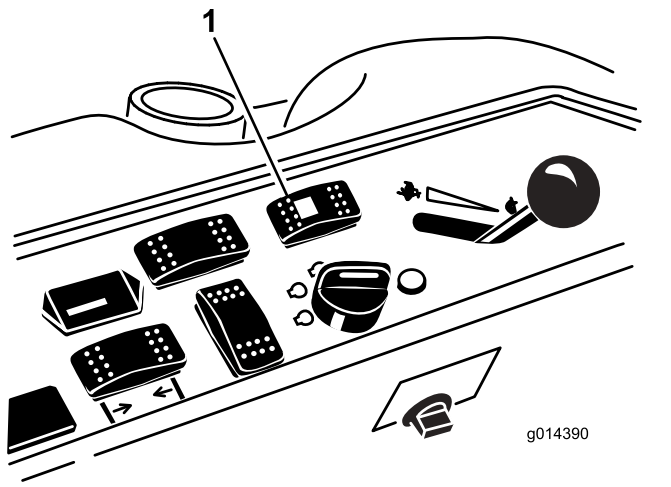

Figura 42
1. Pulse el interruptor de selección de la dirección hacia atrás, a la posición de dirección a las 4 ruedas (Figura 42).